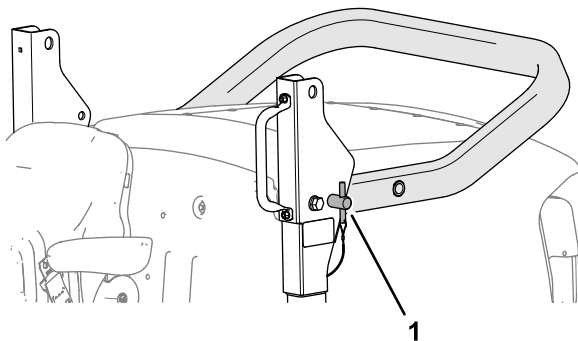

Figura 22
5. Inserite i perni del roll bar nei fori inferiori delle staffe orientabili (Figura 22).